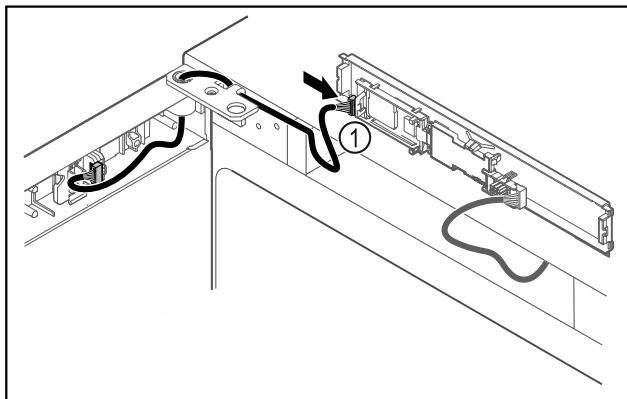

Fig. 45
- ▶ Dugja be a dugót Fig. 45 (1) a NYÁK-on.